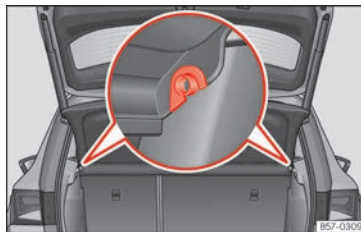

Abb. 168 Im Gepäckraum: Gepäckraumabdeckung aus- und einbauen.
- Ziehen Sie die Gepäckraumabdeckung nach oben aus den seitlichen Halterungen »» (Abb. 168) heraus.
- Führen Sie die Gepäckraumabdeckung horizontal ein, so dass das „Hufeisen“ über der Aufnahmeachse »» (Abb. 168) liegt, und drücken Sie die Abdeckung nach unten, bis sie einrastet.